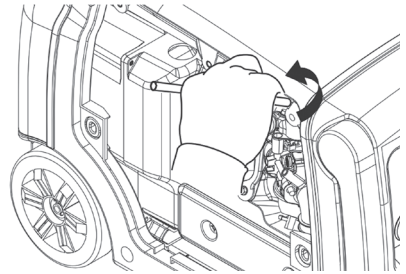

Fig. 25 – Removendo a vela
5. Com o auxílio de uma chave de vela remova a vela (fig. 25);